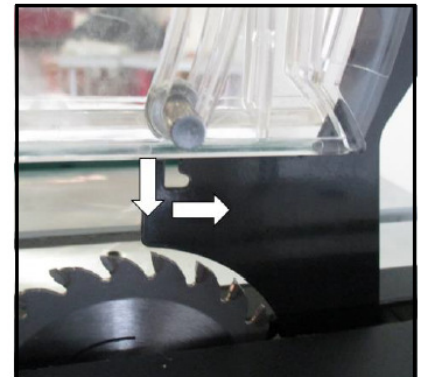

Рис. 18
- Затяните винт защитного ограждения пильного диска (Рис. 18).